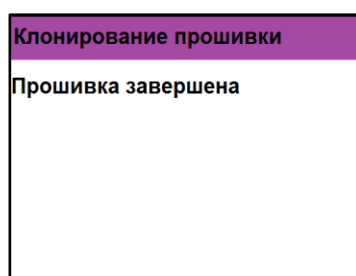

Рисунок 18 - Успешное завершение клонирования программного обеспечения на ППК
- 1.3.5. После клонирования прибор выдаст сообщение о завершении операции (рисунок 18).